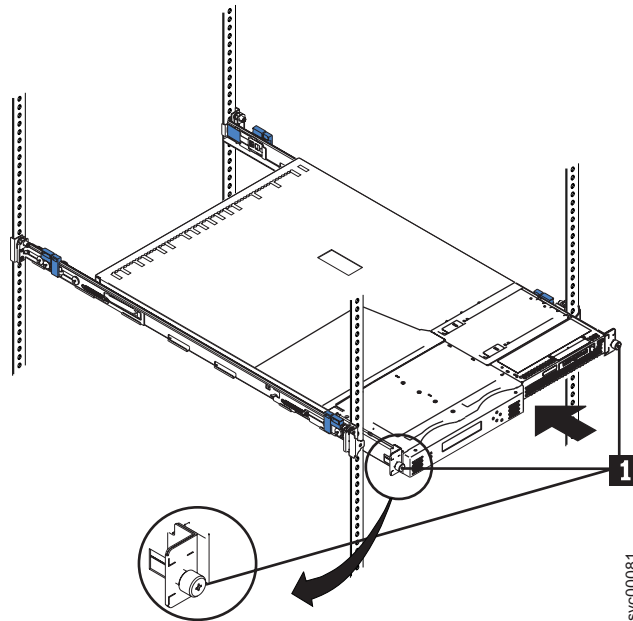

図 118. ラックへの SAN ボリューム・コントローラー 2145-4F2 の取り付け
3. 2 つの拘束つまみねじを完全に締めます (図 118 の **1**)。